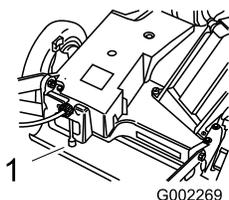
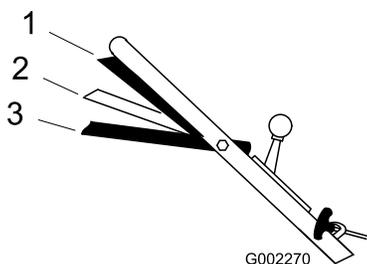

Figura 14
Figura 15
2. Mueva la barra de control de la cuchilla a la posición Marcha/cambio o Marcha/avance para poner en marcha las cuchillas (Figura 15).
El cortacésped tiene tres velocidades sobre el terreno. 1 es velocidad lenta, 2 es velocidad media, y 3 es velocidad rápida. El control de velocidad sobre el terreno está ubicado en la parte trasera de la cubierta de la correa (Figura 14).
1. Mueva el control de velocidad sobre el terreno a la posición de Punto muerto (Figura 14).
3. Apriete la barra de control de la cuchilla hasta que esté en la posición Marcha/cambio (Figura 15) y mueva el control de velocidad sobre el terreno a la posición deseada (Figura 14).
4. Apriete la barra de control contra el manillar hasta la posición Marcha/avance (Figura 15).